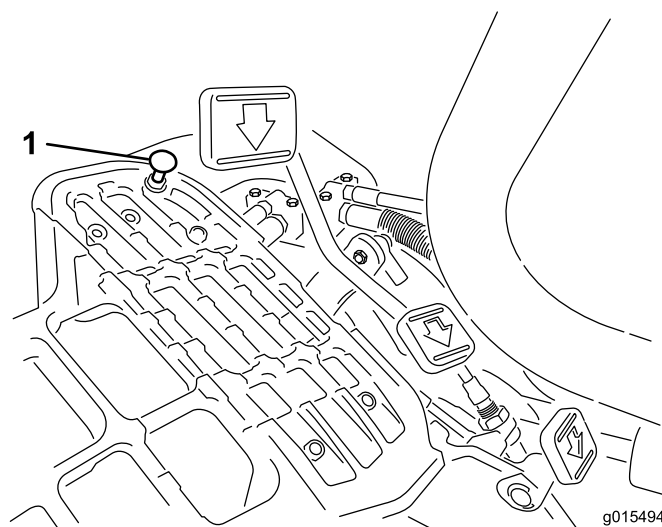

図 50
モードレバーを「移動走行」位置にセットし、ペダルを一杯に踏み込めば最高速度となります。ケーブルに張力が掛かる前にペダルがストップ（図50）に当たる場合には調整が必要です。
1. モード・レバーを「移動走行」位置にセットし、ペダルストップを固定しているロックナットをゆるめる（図50）。